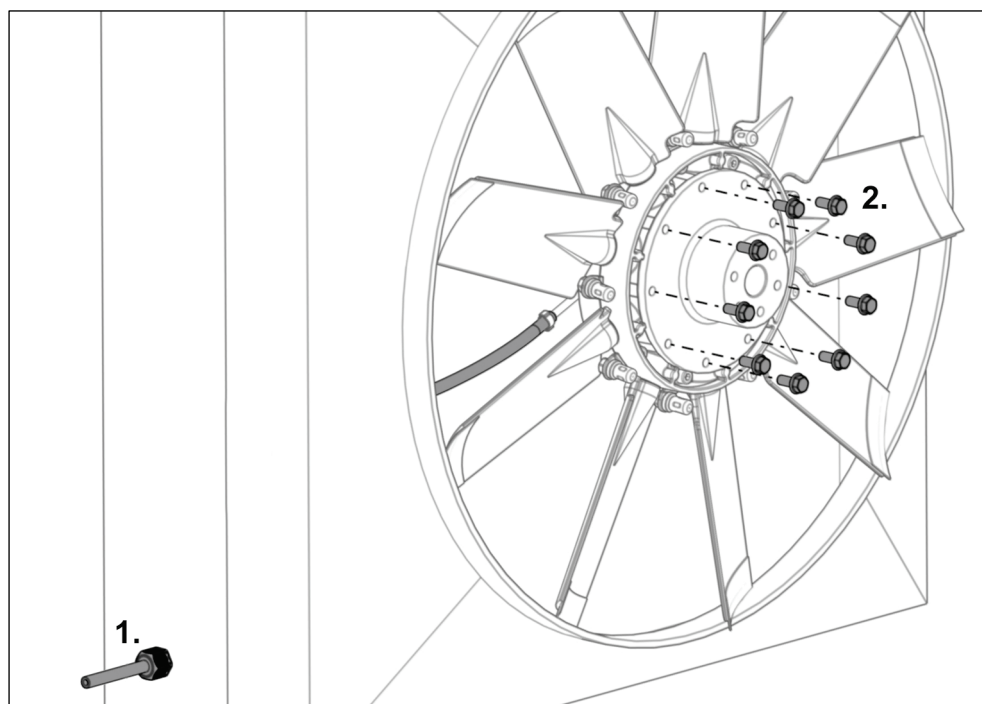

Fig. 30
- 20) Passer le flexible de refoulement à travers la décharge de traction (voir Fig. 30, étape 1).
- 22) Serrer à la main les vis TH à embase crantée fournies (voir Fig. 30, étape 2).